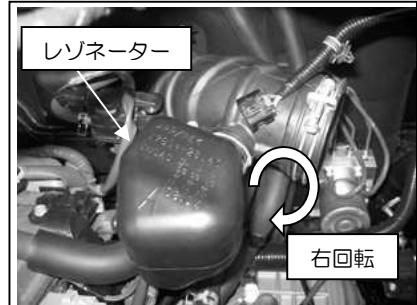

図3
- ④付け根のバンドを緩め、レゾネーターを右に90°回転させます。図3参照